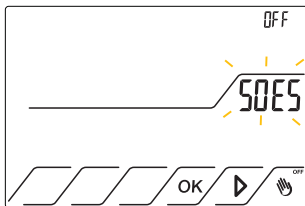

Fig.25
8.3.2 Premere il tasto ► fino a far comparire la scritta **SO ES** che lampeggia. Lo stato è in OFF. Fig.25